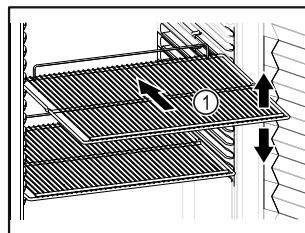

Fig. 86 Приближене відображення
- Якщо решітки для зберігання Fig. 86 (1) знімні, відрегулювати по висоті.